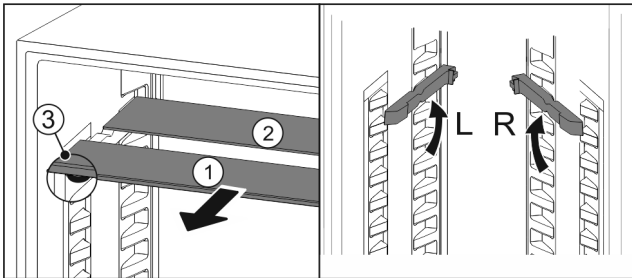

Fig. 70
- ▶ По одной извлеките Fig. 70 (1) стеклянные панели движением вперед.
- ▷ Стеклянная панель Fig. 70 (1) с декоративной планкой лежит спереди.
- ▷ Стопоры Fig. 70 (3) показывают вниз.